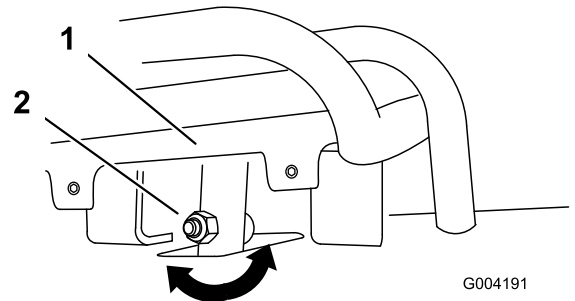

図 53
4. 全速後退位置にセットした走行コントロールバーが基準バーに対して適切に整列していない場合は、走行コントロールのステム部にあるナットとボルトをゆるめる 図 53。